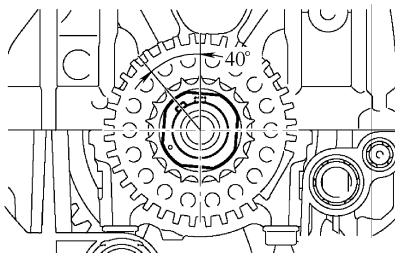

图 1-169 逆时针转动曲轴 40°
① 暂时安装曲轴带轮螺栓。
② 如图 1-169 所示，将曲轴逆时针转动 40°，以定位曲轴带轮键。